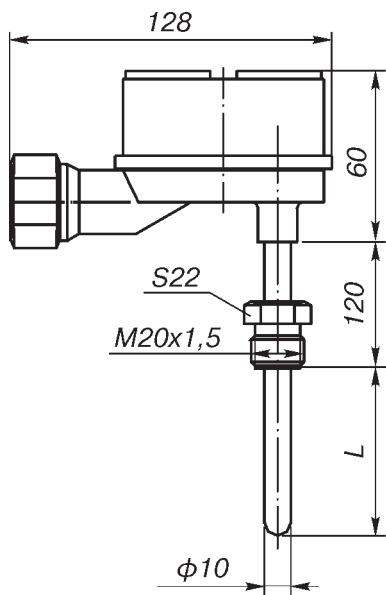

Рис.6\*.
- полиамид Технамид      А-СВ-30-Л (рис.6);
**Длина монтажной части, количество чувствительных элементов, схема соединений (для рис.6, 7)**
**06** по рис.6